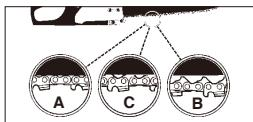

Fig. 6
FORSIKTIG: Hvis motorsagen er FOR LØS eller FOR STRAM, vil slitasjen øke på tannhjulet, skinnen, kjeden og veivaksellagrene. Studer Fig. 6 for informasjon om riktig kaldspenning (A), korrett varmepenning (B), og som en veiledning for når sagkjeden må justeres (C).